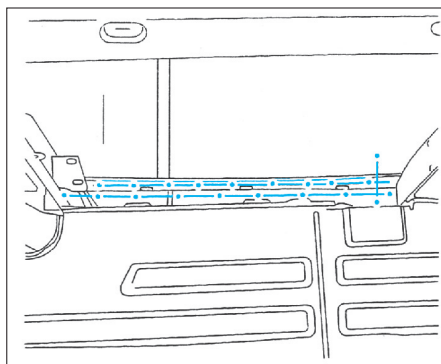

FIG. 63
- Préparer les bords d'accostage et les protéger par un apprêt soudable (Fig.63).